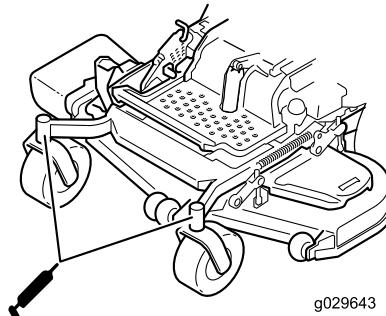

Figure 48
- Remettez le bouchon hexagonal et le capuchon antipoussière en place (Figure 48).
- Graissez les roulements des roues pivotantes (Figure 48).